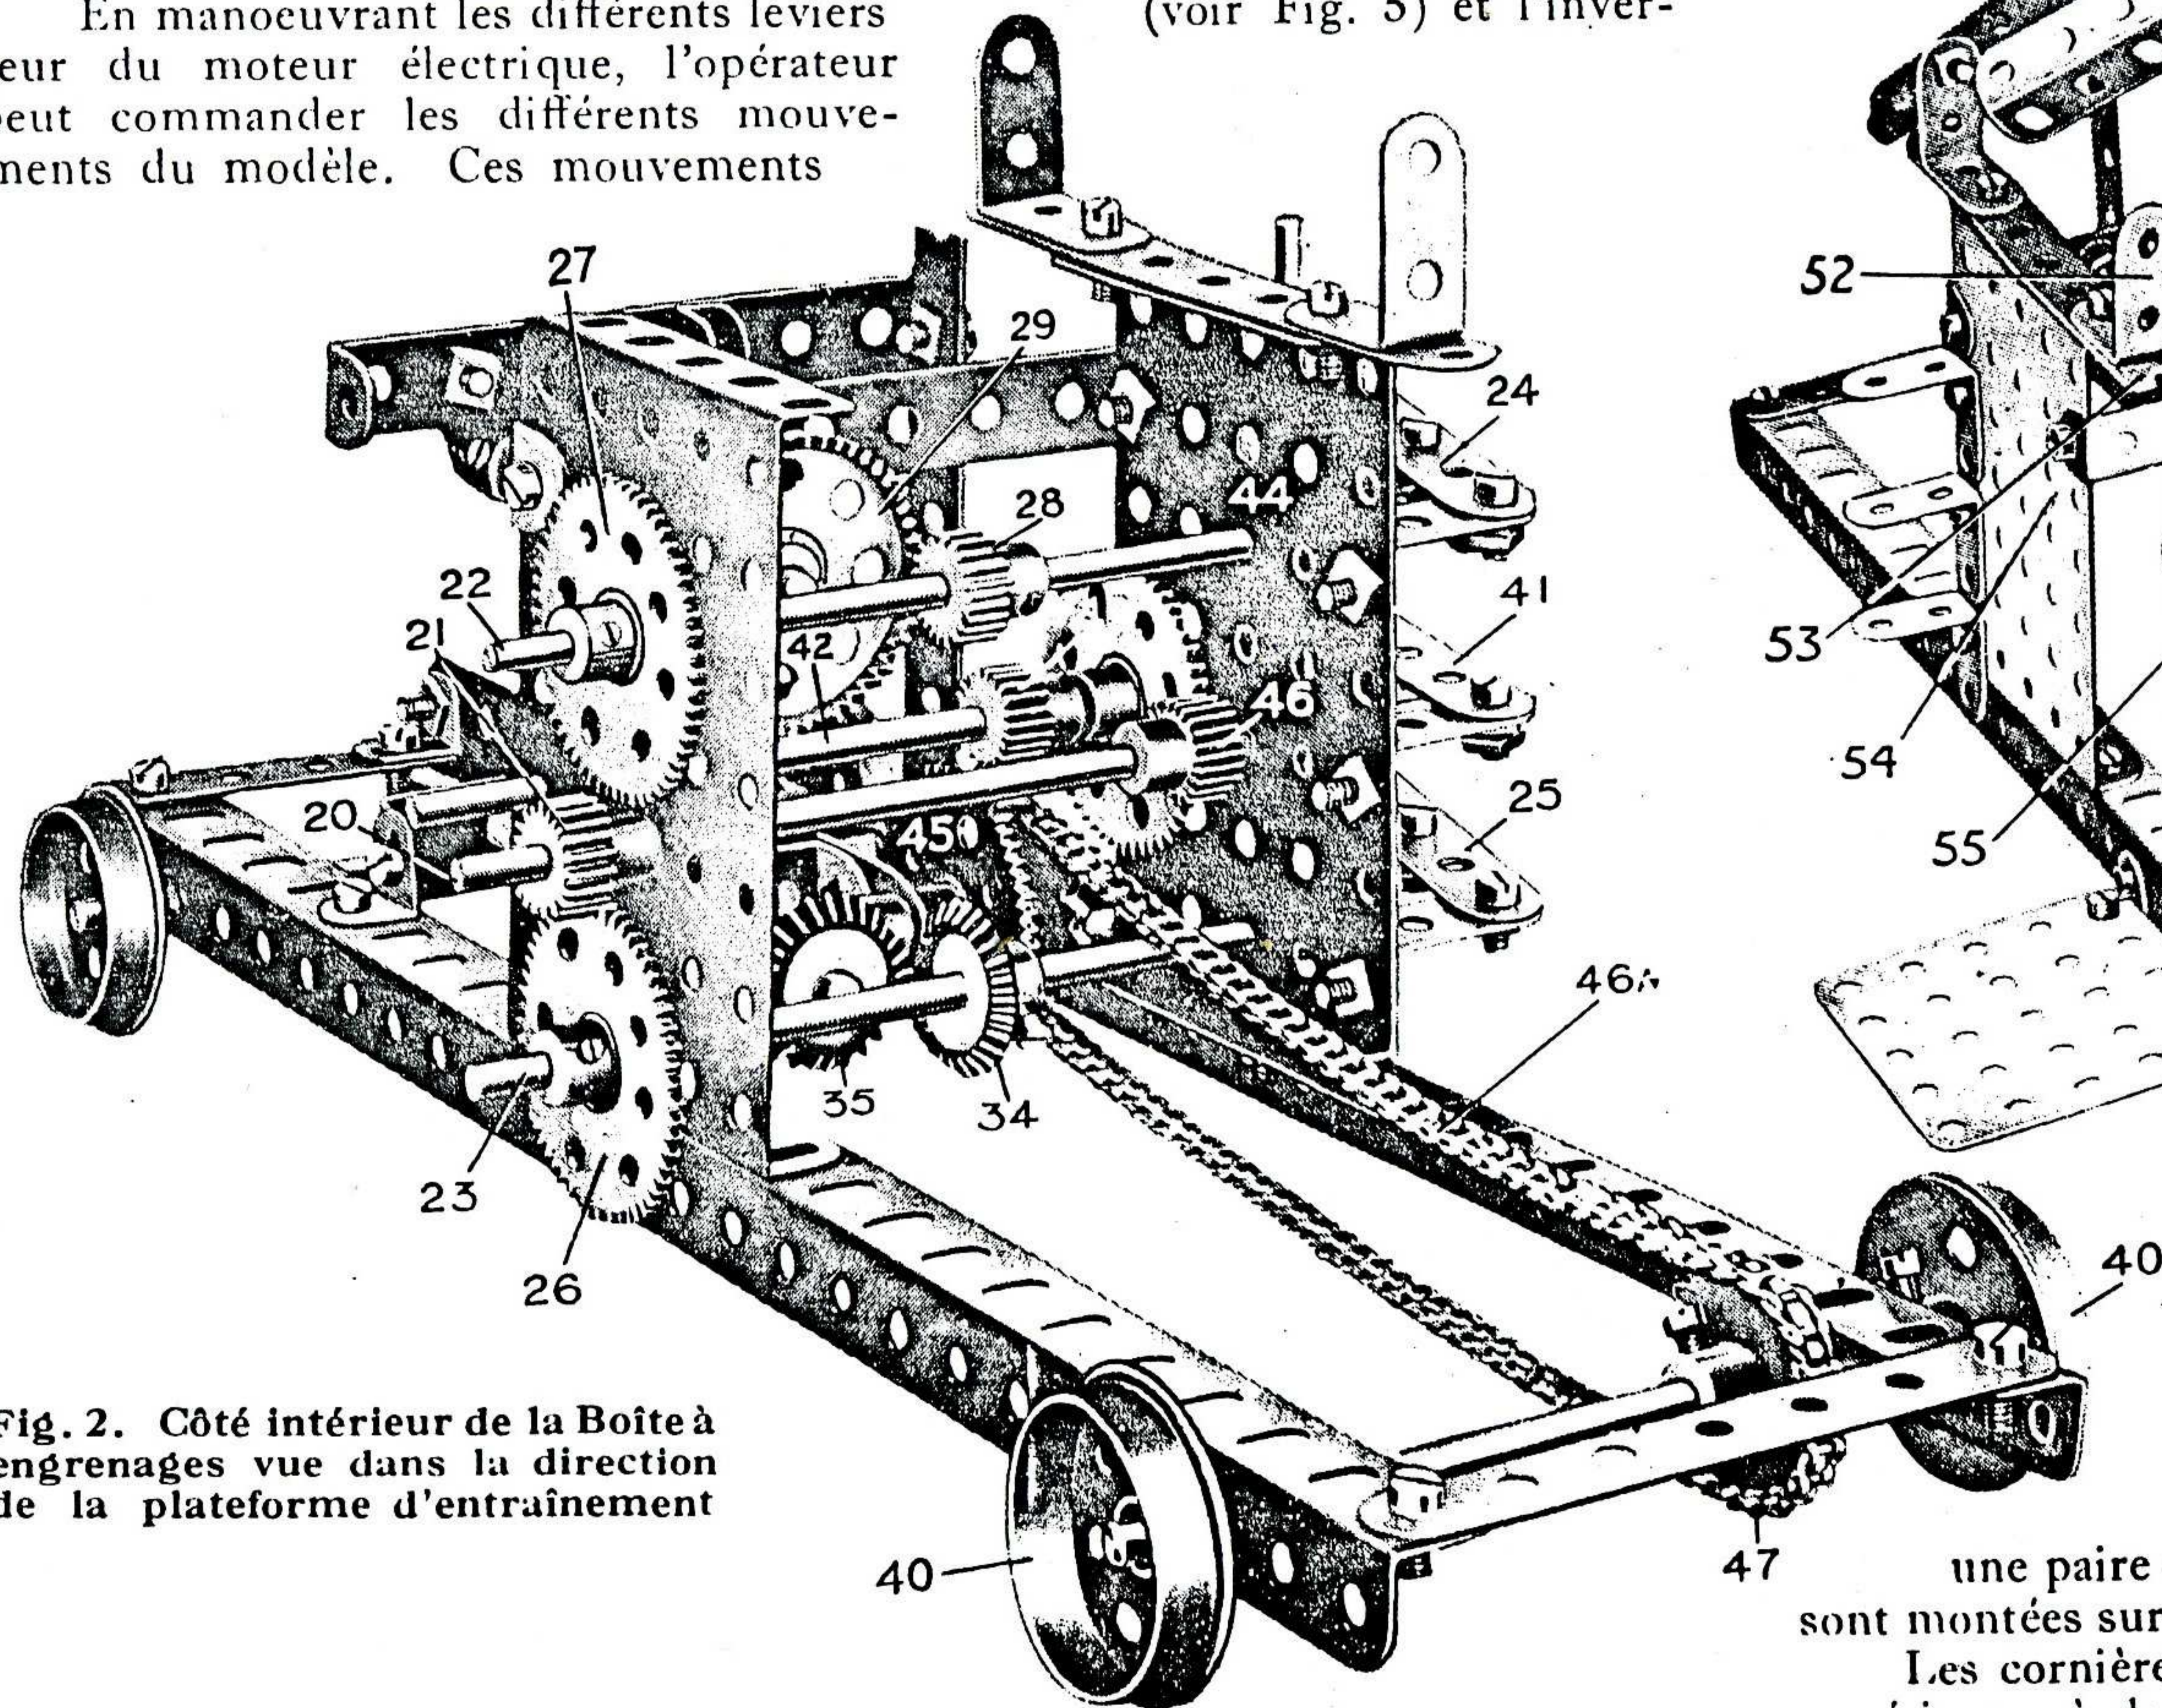
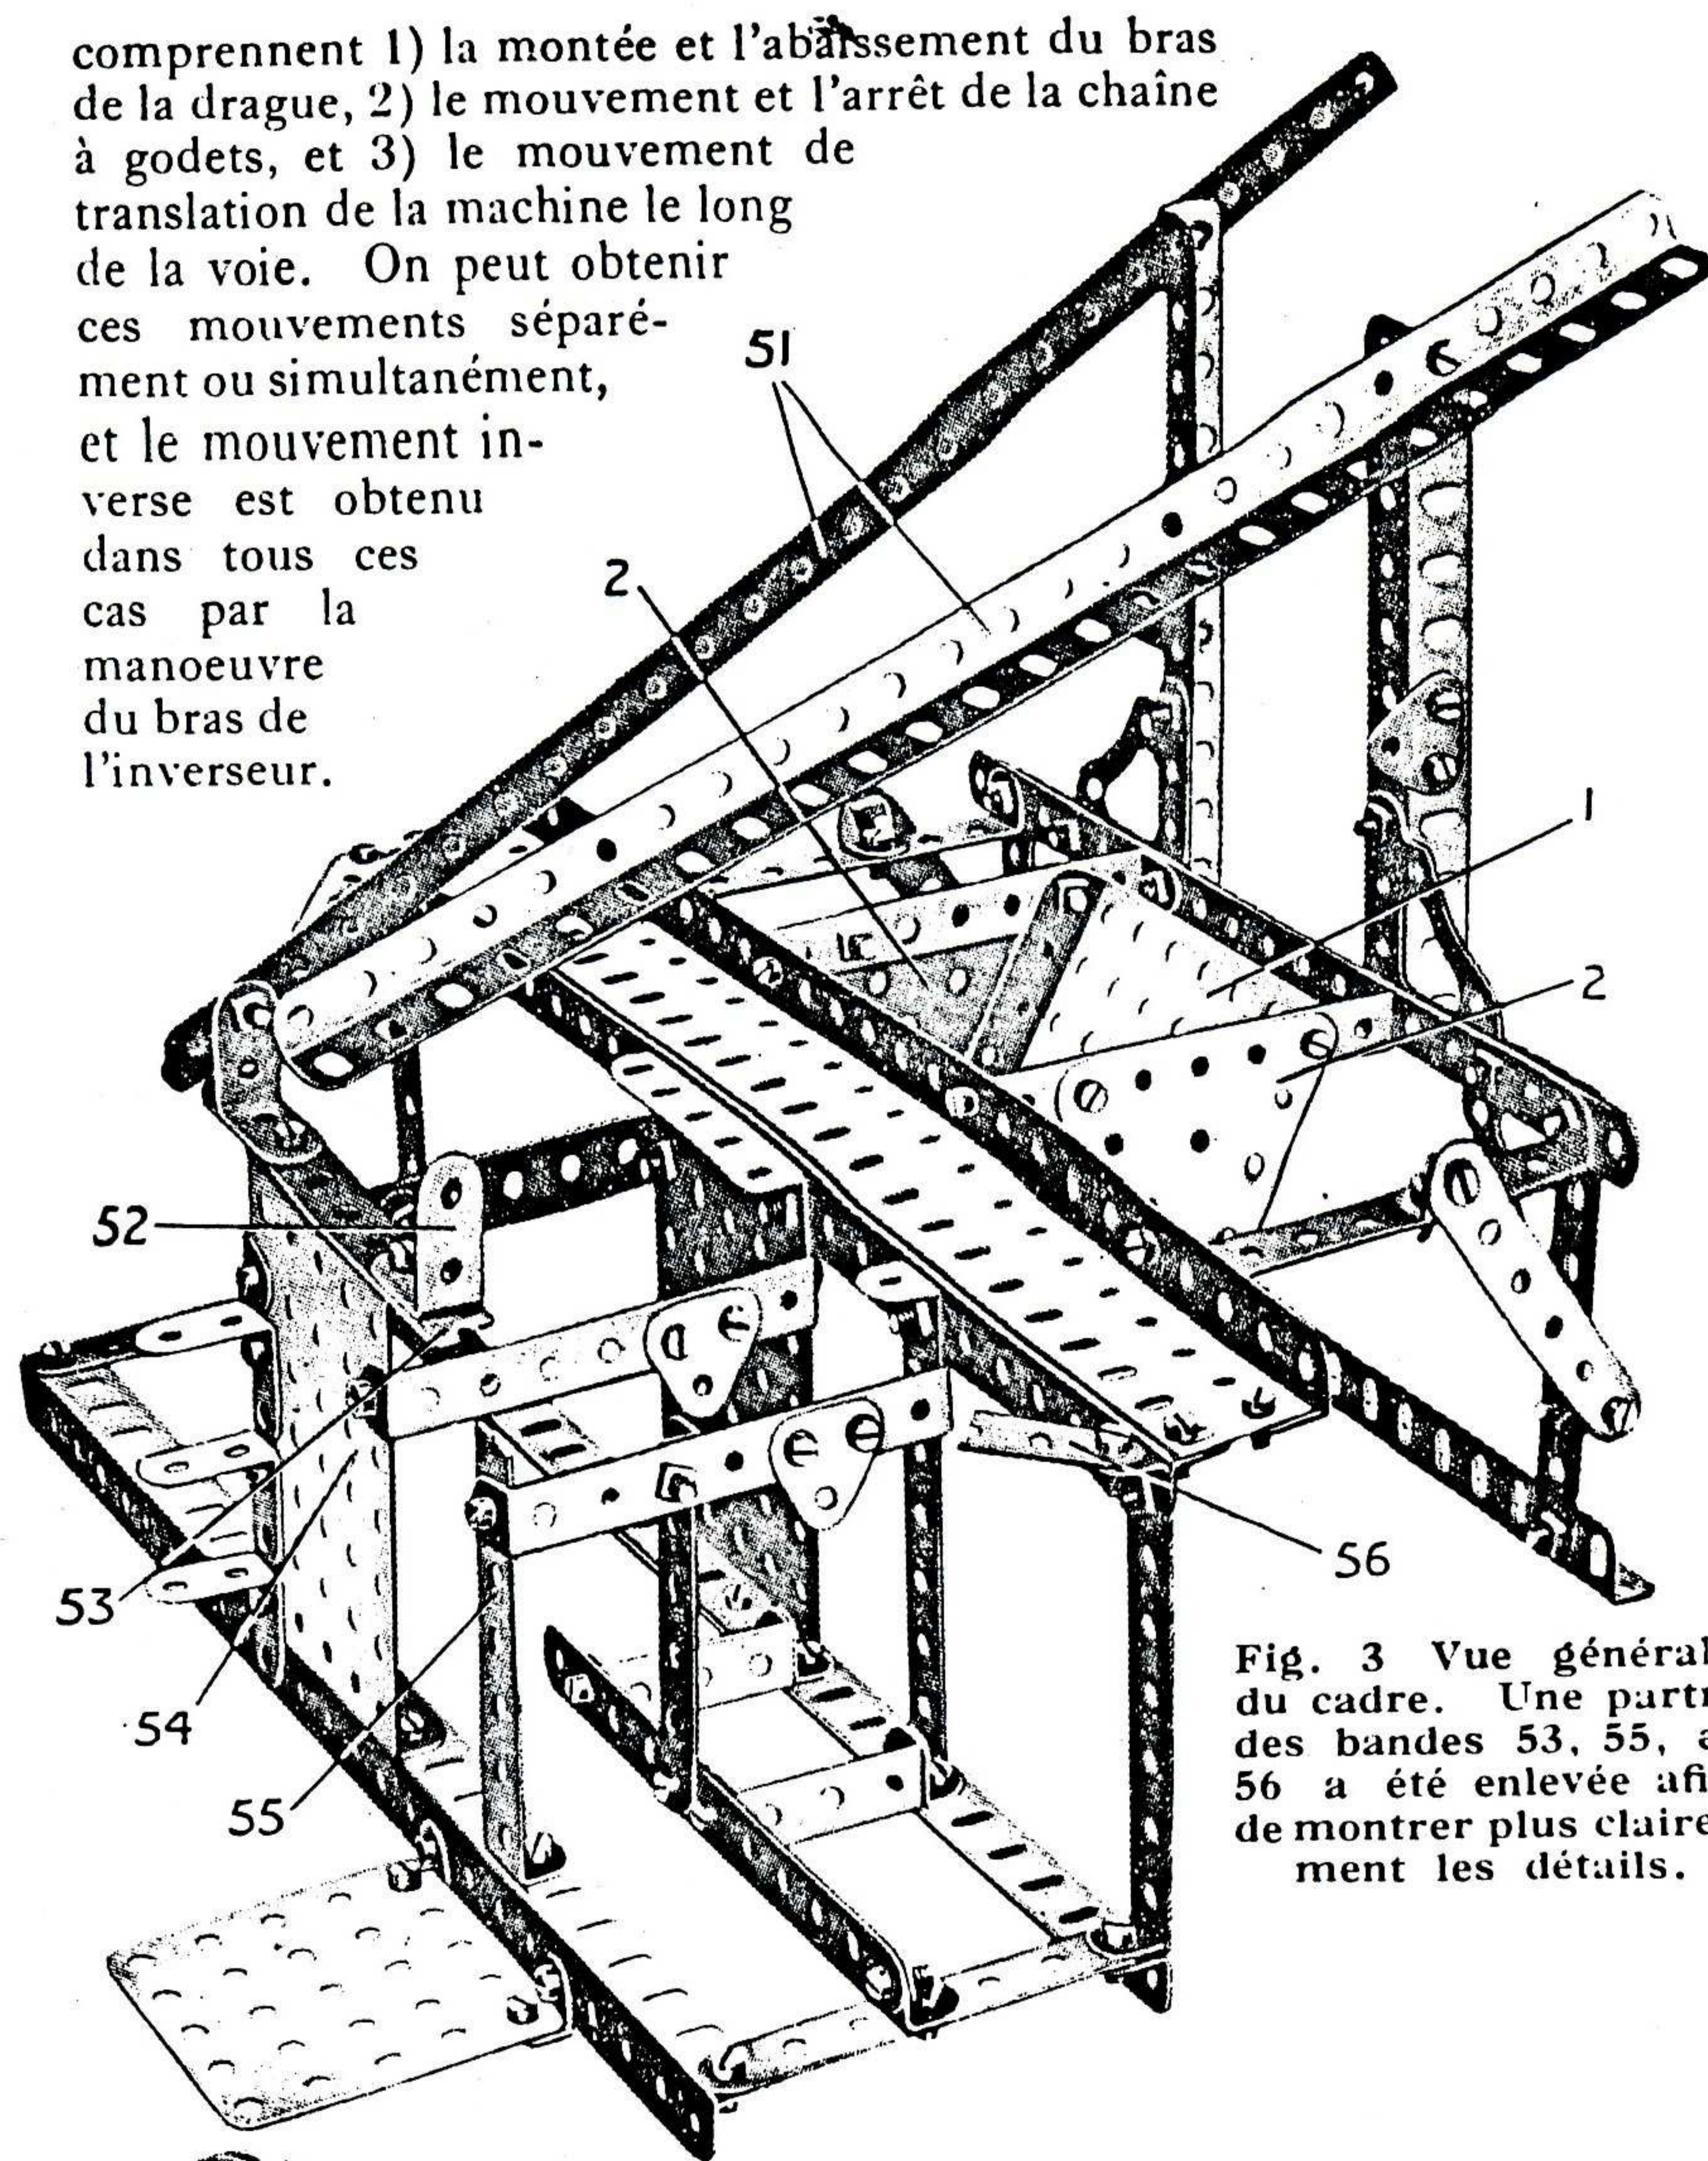
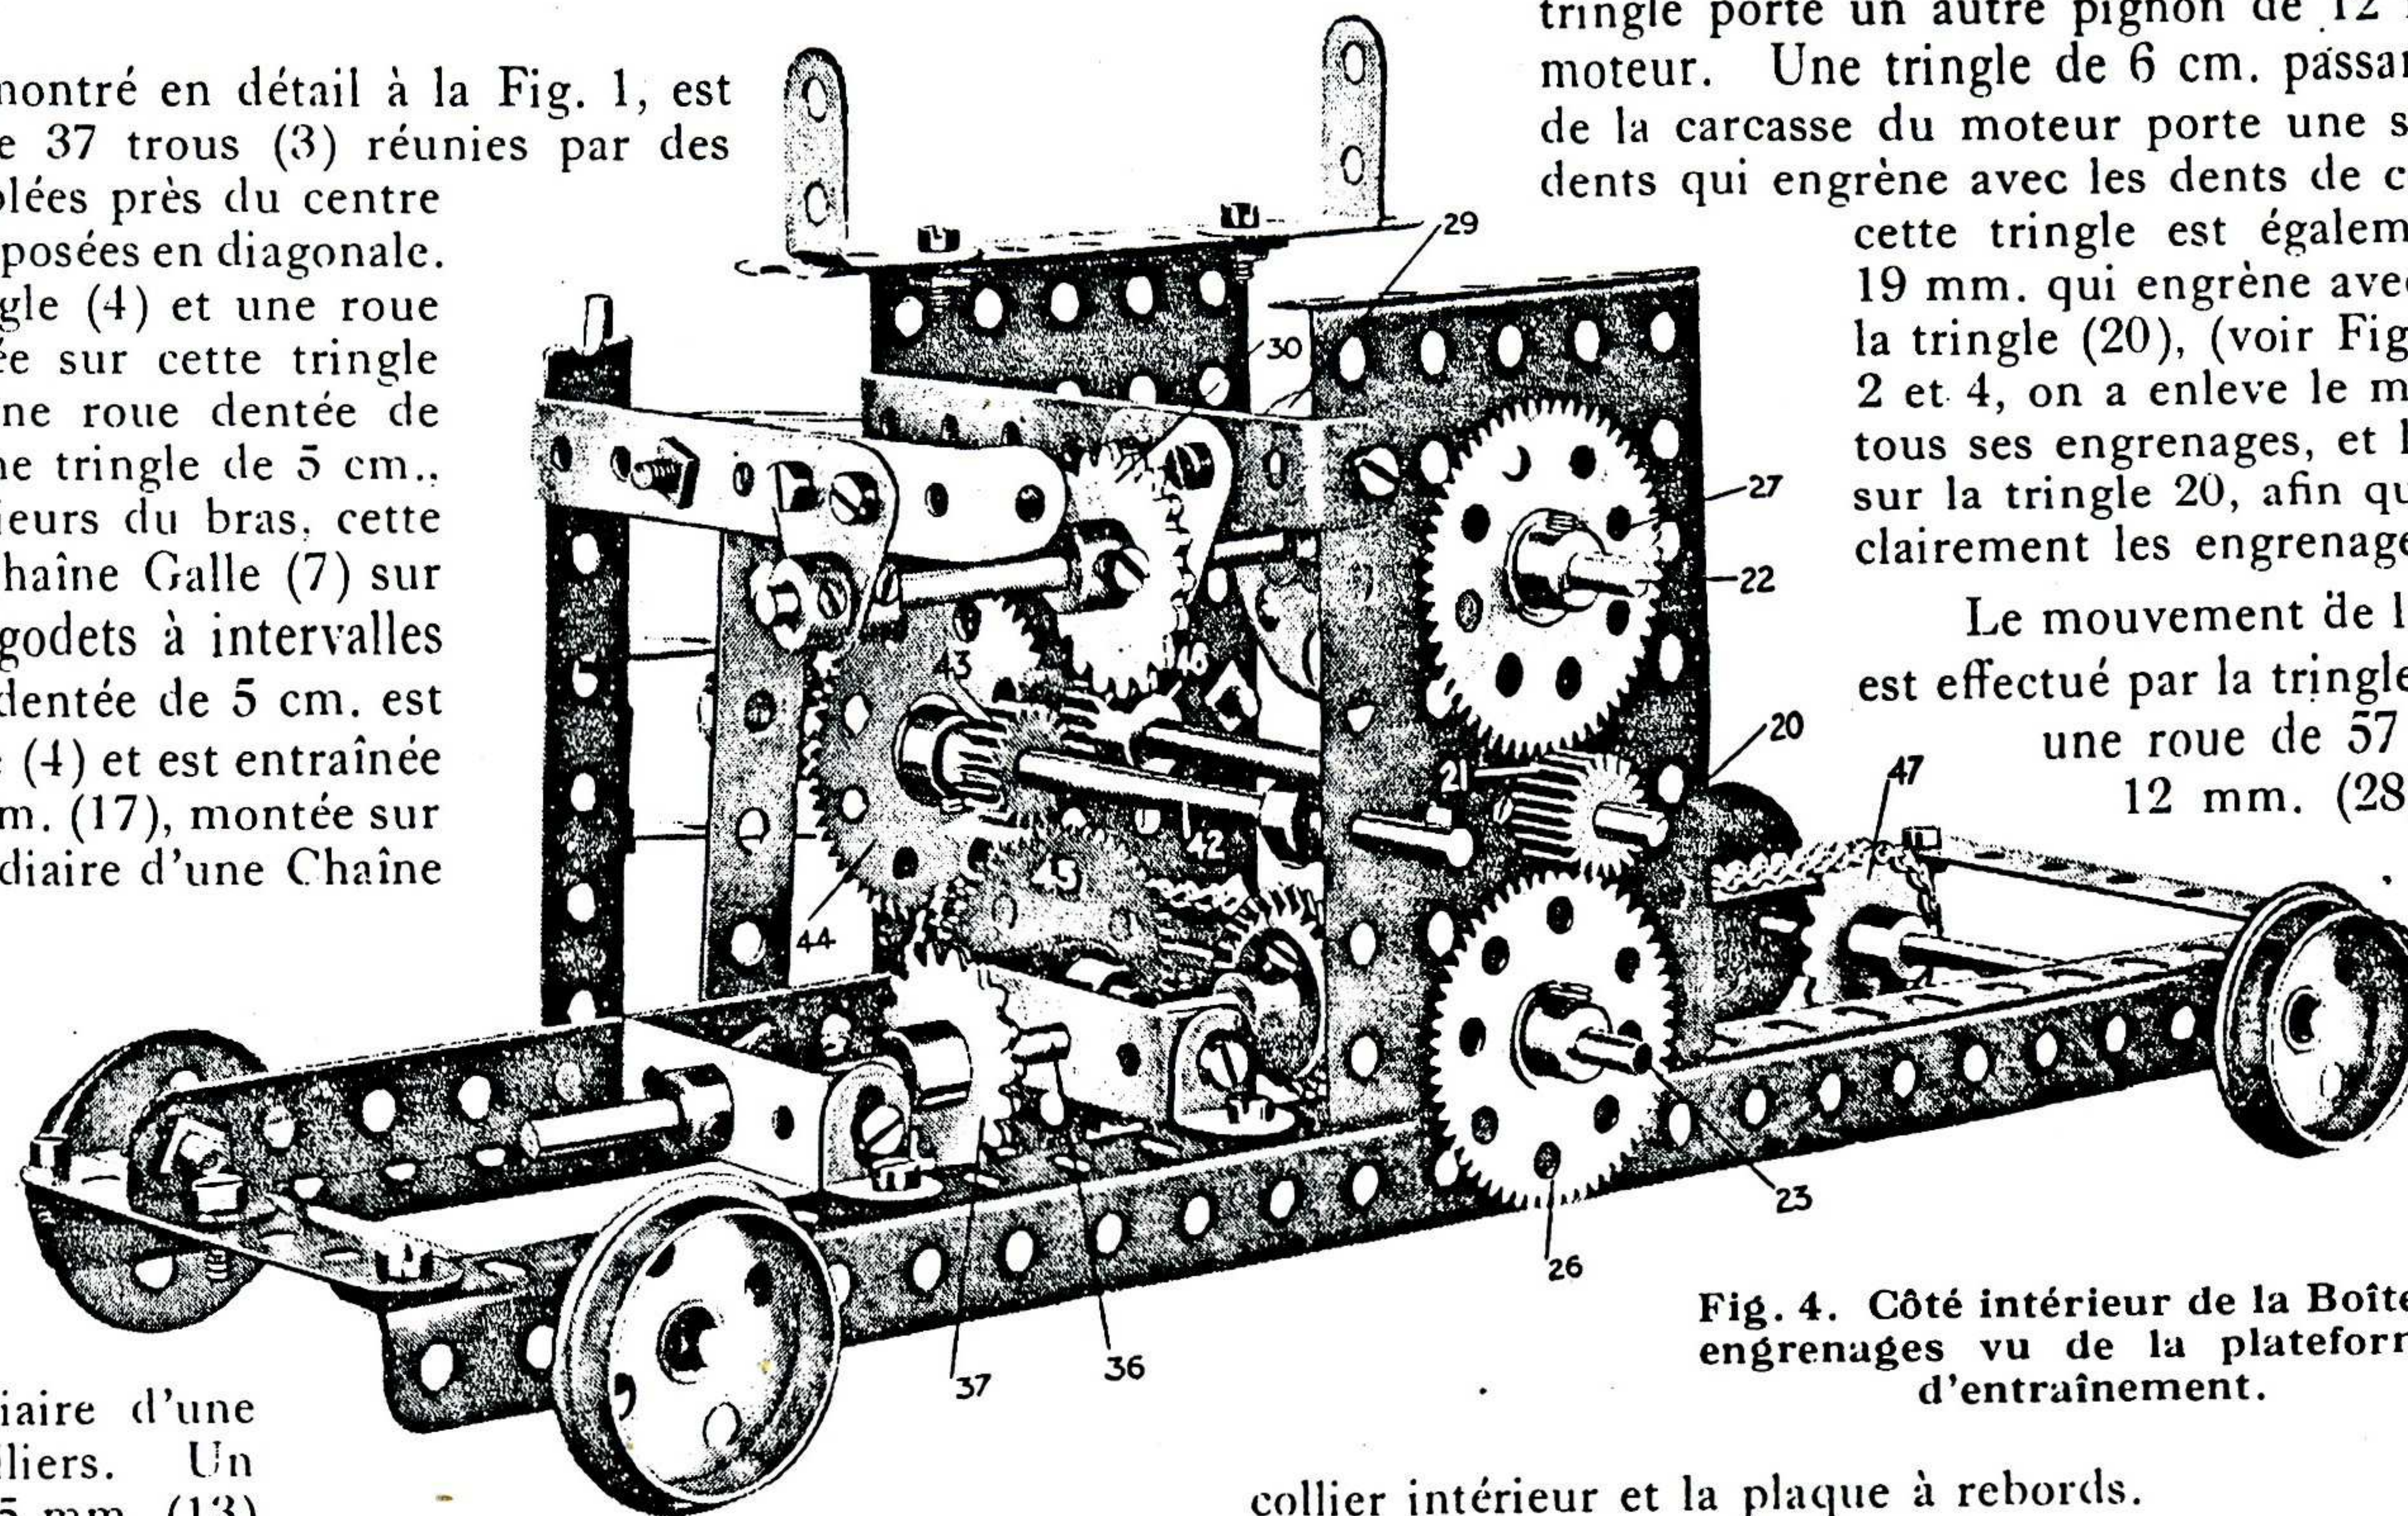
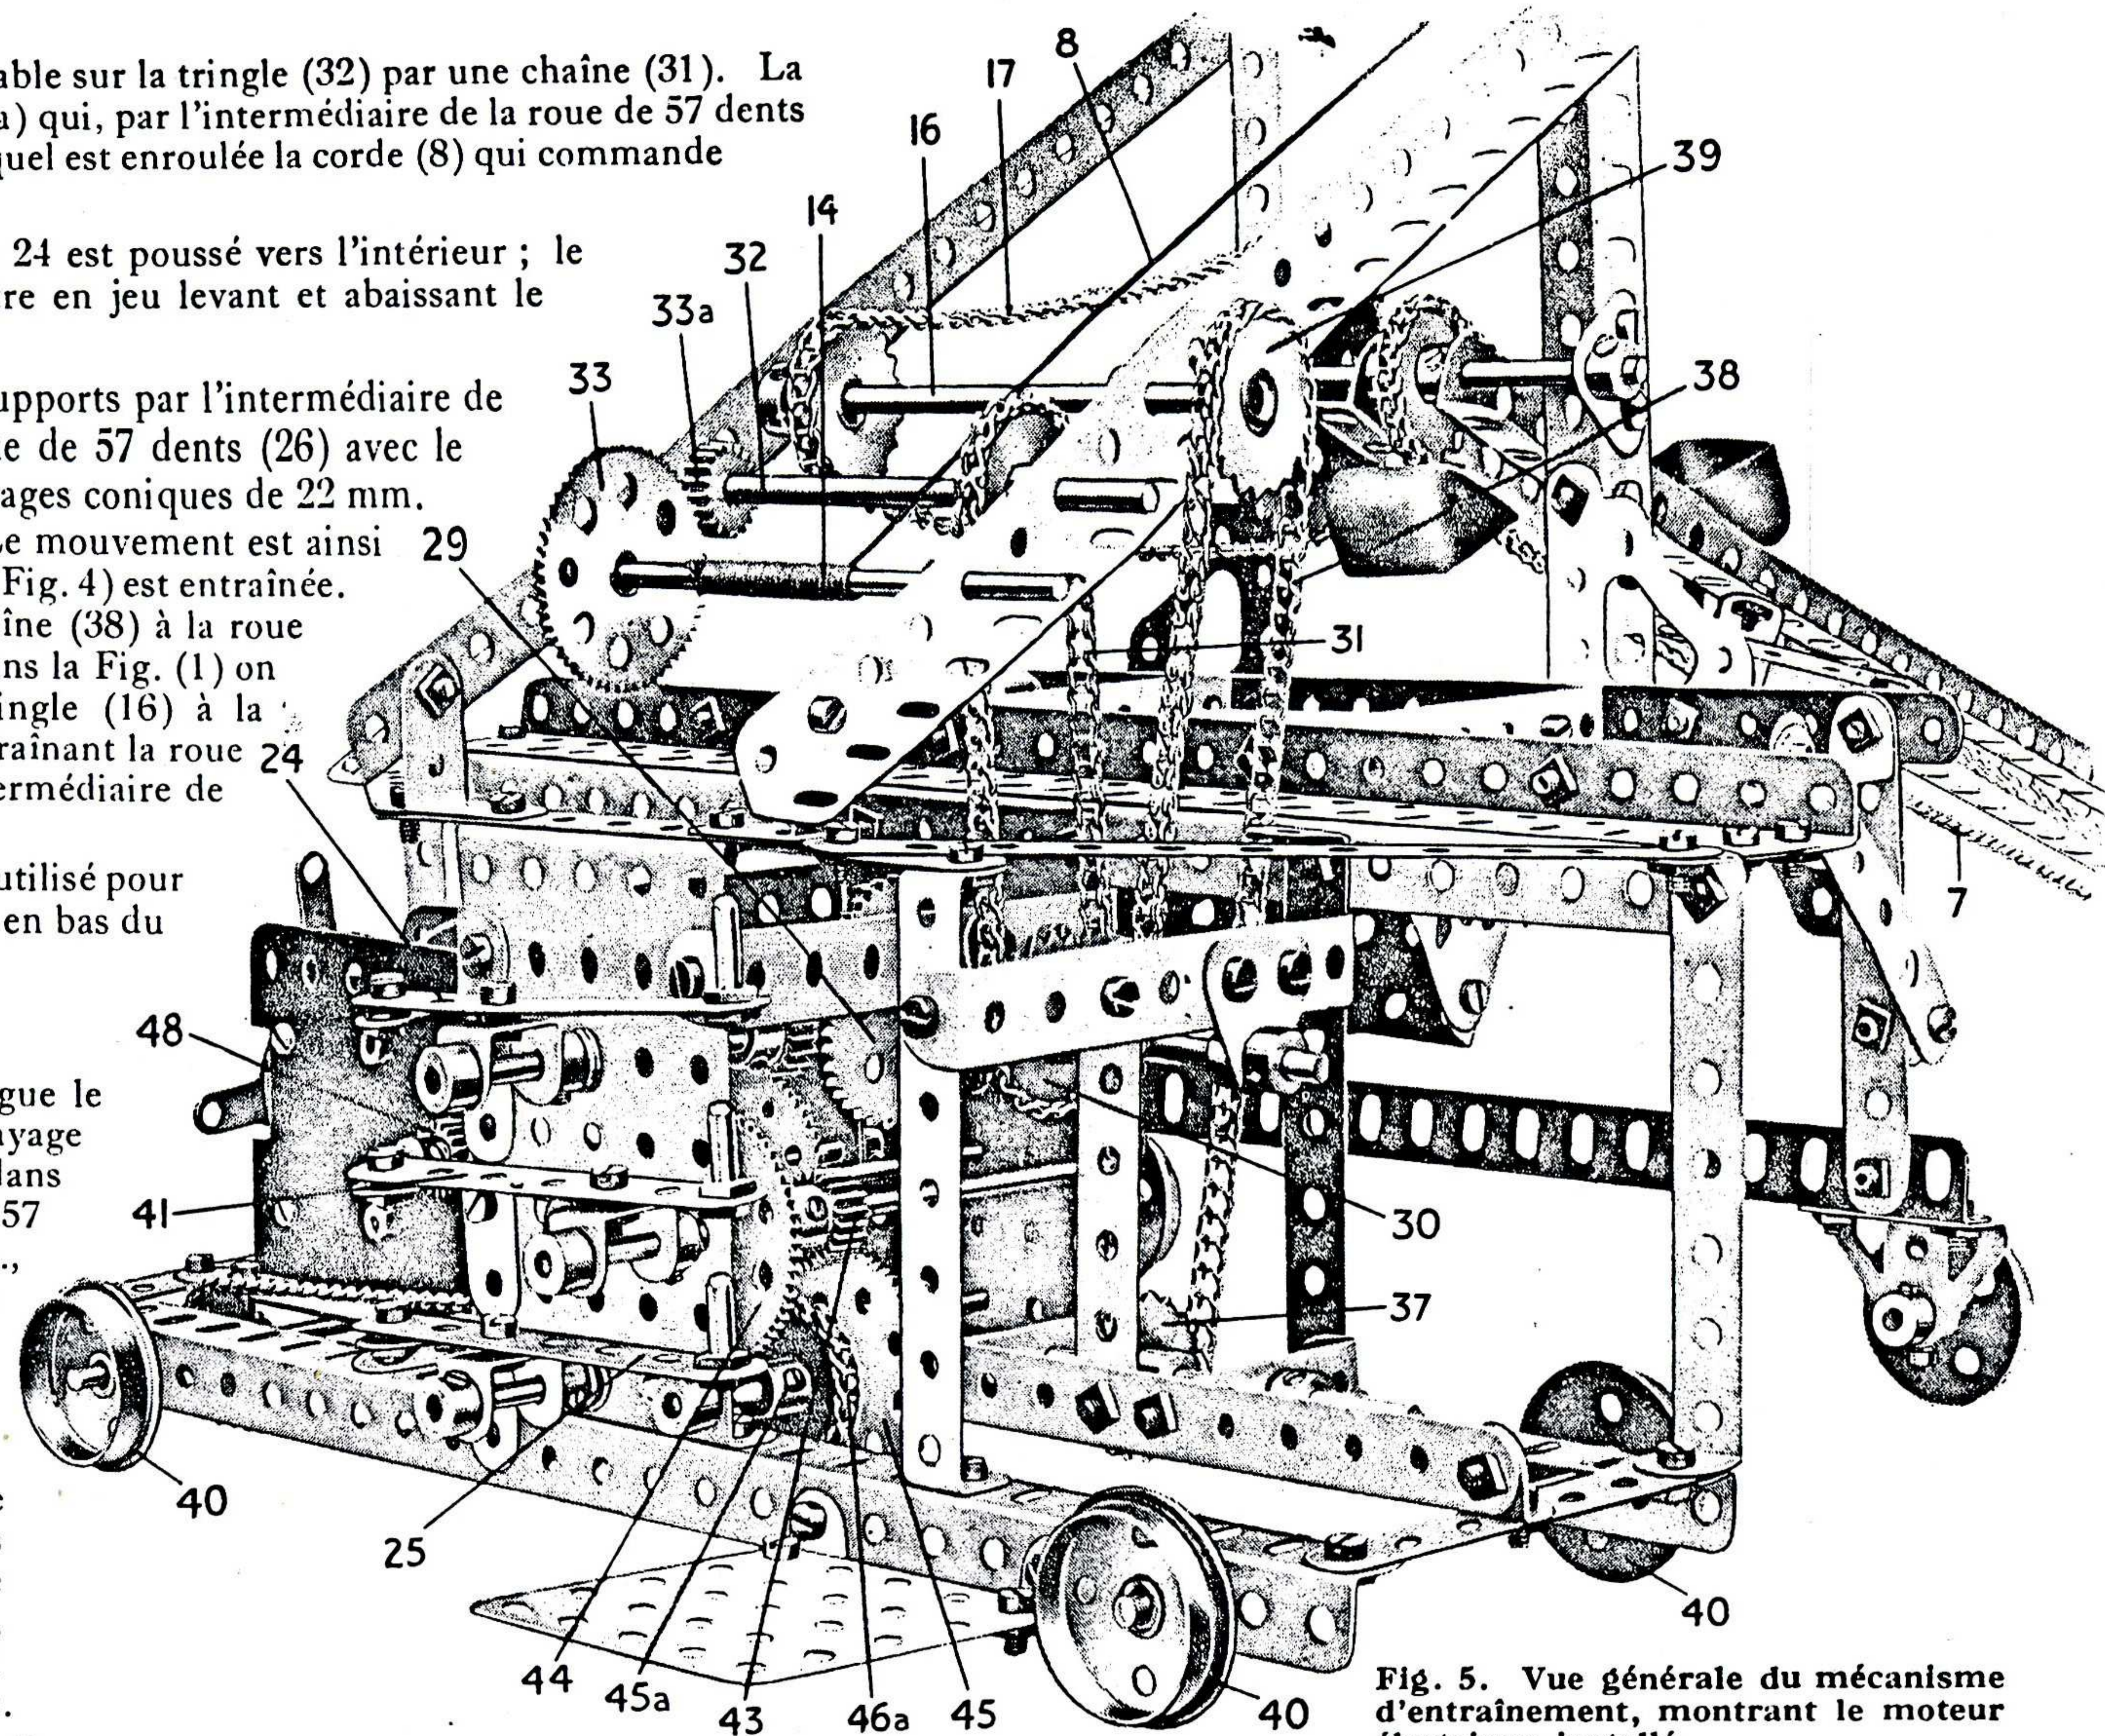

Fig. 2. Côté intérieur de la Boîte à engrenages vue dans la direction de la plateforme d'entraînement
Fig. 3. Vue générale du cadre. Une partie des bandes 53, 55, et 56 a été enlevée afin de montrer plus clairement les détails.
Fig. 4. Côté intérieur de la Boîte à engrenages vu de la plateforme d'entraînement.
Fig. 5. Vue générale du mécanisme d'entraînement, montrant le moteur électrique installé.
(voir Fig. 5) et l'inverseur
Le Bâti du modèle est indiqué à la Fig. 3. Au centre de ce bâti nous apercevons la trémie, qui reçoit les matériaux amenés par les godets, et cette trémie guide la charge jusqu'aux wagons amenés au-dessous d'elle. La trémie est formée par une plaque à rebords de 9×6 cm., boulonnée à une paire de plaques triangulaires de 6 cm., et ces plaques triangulaires sont montées sur des bandes courbées de 90×12 mm. comme il est montré. Les cornières de 25 trous (51) sont boulonnées près de leurs extrémités supérieures à deux cornières de 11 trous, et à leurs extrémités inférieures à
deux équerres de 25×25 mm. (52). Ces équerres sont boulonnées à une bande de 11 trous (53) qui à son tour est fixée à une plaque à rebords de 9 cm. (54). Sur la Fig. 3 on n'aperçoit que partiellement la bande de 11 trous, une partie du dispositif ayant été enlevée pour ne pas masquer les détails du bâti.
L'extrémité de la bande de 11 trous doit être fixée à l'extrémité de la bande courbée verticale (55), comme il est montré à la figure 5. La bande de 11 trous (56) (dont on ne peut apercevoir qu'une partie à la Fig. 3) est également boulonnée à la bande (53).
On comprendra aisément le montage du mécanisme de la boîte à engrenages et des leviers de manoeuvre, etc., si l'on se rapporte aux Figures 2, 4, 5.
Cette dernière figure nous donne une vue générale de la boîte à engrenages, montrant les leviers de manoeuvre et le chassis roulant (une plaque sans rebords de 60×60 mm.) sur le plan arrière. La Fig. 2 nous montre le côté intérieur de la boîte à engrenages, dans le sens du roulement, tandis que la Fig. 4 est une vue du même côté pris de l'extrémité de la plateforme.
L'action du moteur électrique est transmis par l'intermédiaire de l'arbre de l'induit du moteur aux différentes parties du modèle de la façon suivante. Le pignon de 12 mm. (48) sur l'arbre de l'induit (Fig. 5) engrène avec une roue de 57 dents fixée à une tringle passant dans les flasques du moteur. Cette tringle porte un autre pignon de 12 mm. entre les flasques du moteur. Une tringle de 6 cm. passant dans les trous extrêmes de la carcasse du moteur porte une seconde roue dentée de 57 dents qui engrène avec les dents de ce pignon de 12 mm. Sur cette tringle est également monté un pignon de 19 mm. qui engrène avec une roue de 50 dents sur la tringle (20), (voir Fig. 2 et 4). Sur les Figures 2 et 4, on a enlevé le moteur électrique, ainsi que tous ses engrenages, et la roue dentée de 50 dents sur la tringle 20, afin qu'on puisse apercevoir plus clairement les engrenages restants.
Ainsi les roues dentées (26, 27) (Fig. 2 et 4) peuvent engrèner avec le pignon de 12 mm. (21) sur la tringle (20), par l'intermédiaire de leviers d'embrayage (24 et 25). Le pignon de 12 mm. 28, sur la tringle 22 engrène constamment avec une roue de champ de 38 mm. (29) et la tringle à laquelle cette roue est fixée porte également une roue dentée de 25 mm. (30) (Fig. 5)
La tringle (23) peut glisser dans ses supports par l'intermédiaire de l'embrayage (25), qui fait engrèner la roue de 57 dents (26) avec le pignon de 12 mm. (21) (Fig. 2), les engrenages coniques de 22 mm. 34 et 35 étant engrenés simultanément. Le mouvement est ainsi transmis à la tringle 36 et la roue dentée 37 (Fig. 4) est entraînée. Cette roue dentée est couplée par une chaîne (38) à la roue dentée (39) sur la tringle 16 (Fig. 5). Dans la Fig. (1) on peut apercevoir la transmission de la tringle (16) à la tringle (4). une roue dentée de 25 mm. entraînant la roue dentée de 5 cm. sur la tringle (4) par l'intermédiaire de la chaîne (17).
Quand on veut déplacer toute la drague le long des rails, on pousse le levier d'embrayage du milieu (41) : alors la tringle (42) glisse dans ses supports et fait engrèner la roue de 57 dents (44) avec l'un des pignons de 12 mm., sur l'arbre de l'entraînement (20) ; un autre pignon de 12 mm. (43) sur la tringle (42) engrène alors simultanément avec une roue de 57 dents (45) (Fig. 2, 4) fixée sur une courte tringle qui porte la roue dentée de 25 mm. (45a) (Fig. 5). Une roue dentée de 25 mm. (47) sur l'axe des roues arrières (40) (Fig. 2) est en liaison avec la roue dentée (45a) par une chaîne Galle (46a). Le levier d'embrayage (41) commande ainsi le mouvement du modèle le long de la voie.